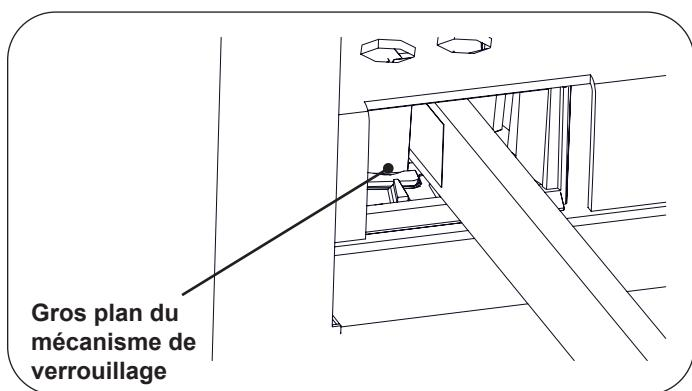
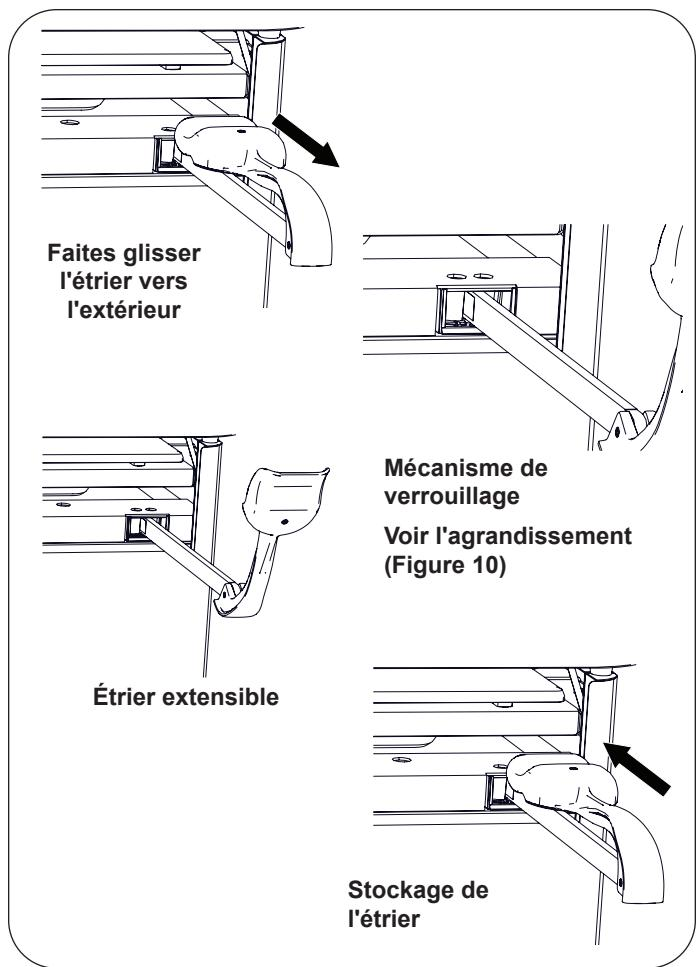

Figure 10. Mécanisme de verrouillage de l'étrier
Figure 11. Étriers
- Pour utiliser les étriers, saisissez l'extrémité de l'étrier et tirez-le directement hors de la table (Figure 10). Soulevez légèrement tout en faisant glisser l'étrier vers l'extérieur.
- Lorsque la position souhaitée est atteinte, abaissez l'étrier pour enclencher le mécanisme de verrouillage latéral (Figure 10 et Figure 11).